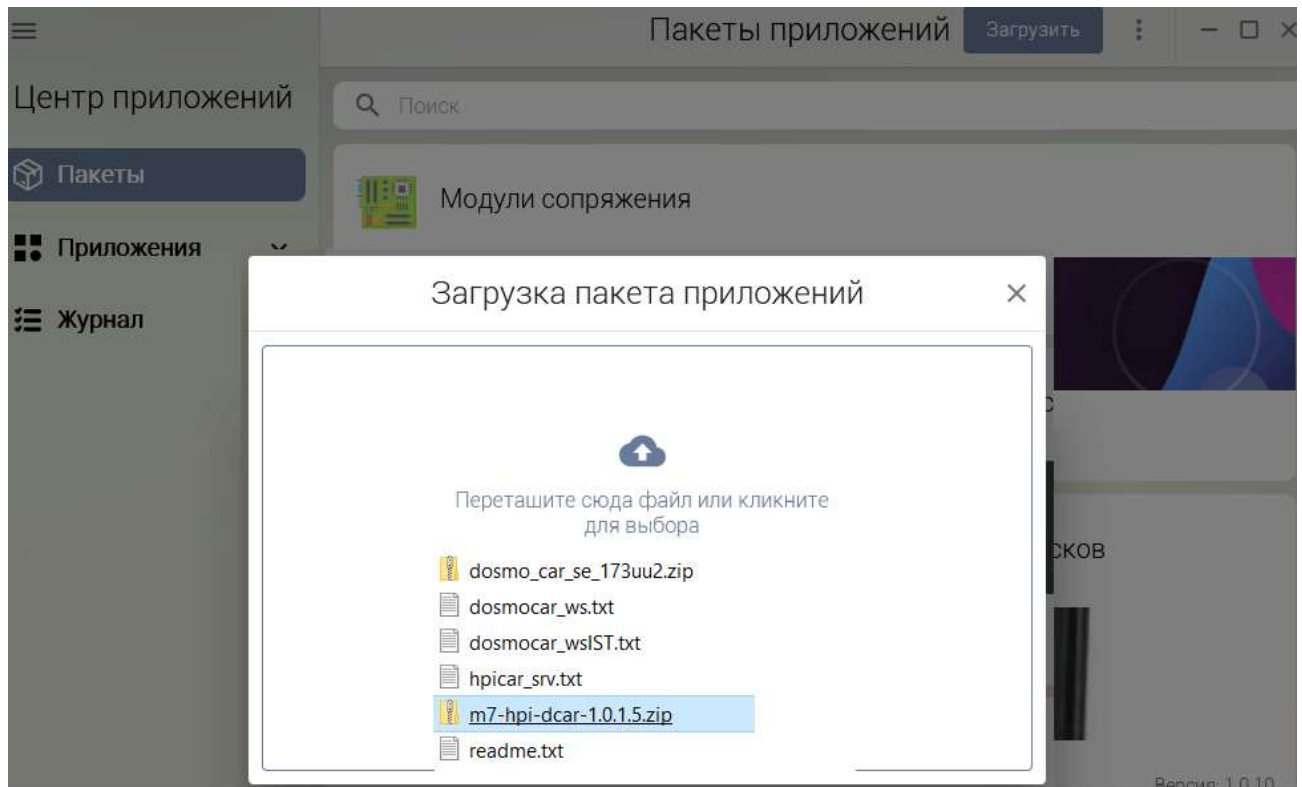

Рисунок 6 — Выбор загружаемого дистрибутива
– в открывшемся окне выбора файла указать путь к компоненту СПО (далее пакет) на дистрибутивном диске DVD-R ЦРПА.2.00397.01.00 «Специальное программное обеспечение интегрированного комплекса технических средств охраны «Равелин» (ДИСК 5/7) (Рисунок 6) и нажать кнопку **Открыть**;